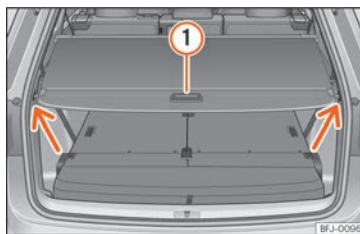

Fig. 118 Na bagageira: chapeleira da bagageira fechada.
- Puxe a cobertura um pouco para trás pelo puxador »» Fig. 118 ① e retire-a para cima da fixação [setas]. Guie a cobertura com cuidado para a frente.